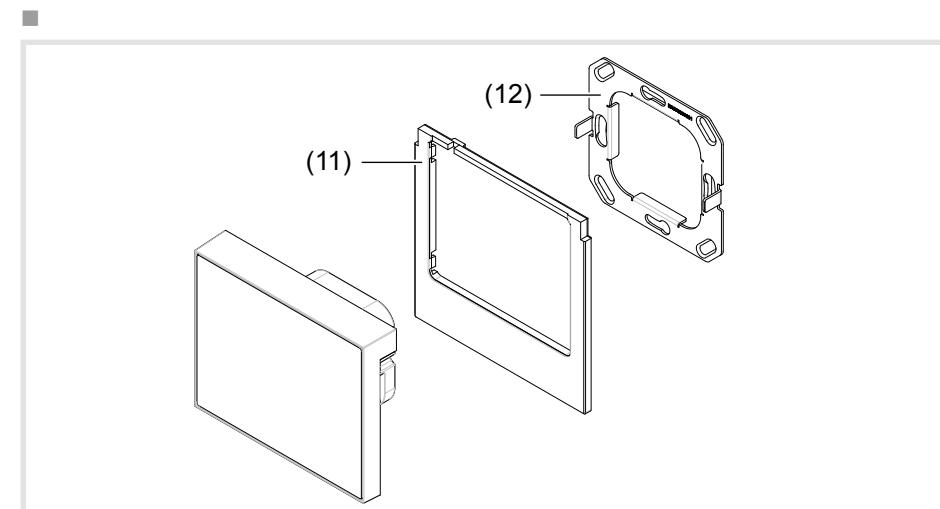

Bild 10: Montage
■ Designrahmen (11) rückseitig anlegen und über die Fixierungen (15) drücken, bis er einrastet.
■ Gerät lagerichtig über den Tragring positionieren, so dass die Aufnahmen am Gerät (13) und die Stifte am Tragring (12) übereinander liegen (Bild 10).
■ Gerät langsam auf den Tragring (12) drücken, bis die Klemmfedern (16) im Tragring einrasten und die magnetischen Haltepunkte (14) den Tragring zusätzlich fixieren.